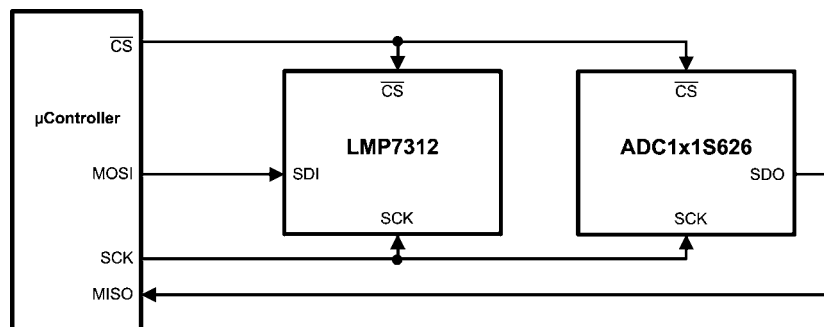

FIGURE 7. 4-wire SPI with ADC interface
CSBがLowに遷移した場合、(3) CSBとSCKが両方ともLowに遷移した場合です。したがって、システムが(2)のタイミング条件を使用すると、Figure 7に示すようにLMP7312とADC1x1S626でCSBやSCKを共有できます。この場合の唯一の副作用は、LMP7312への書き込みがADC変換をトリガしてしまうことですが、結果を無視すれば問題ありません。それ以外の場合、通常のADC変換を開始するためにCSBがアサートされても、LMP7312には影響は及びません。